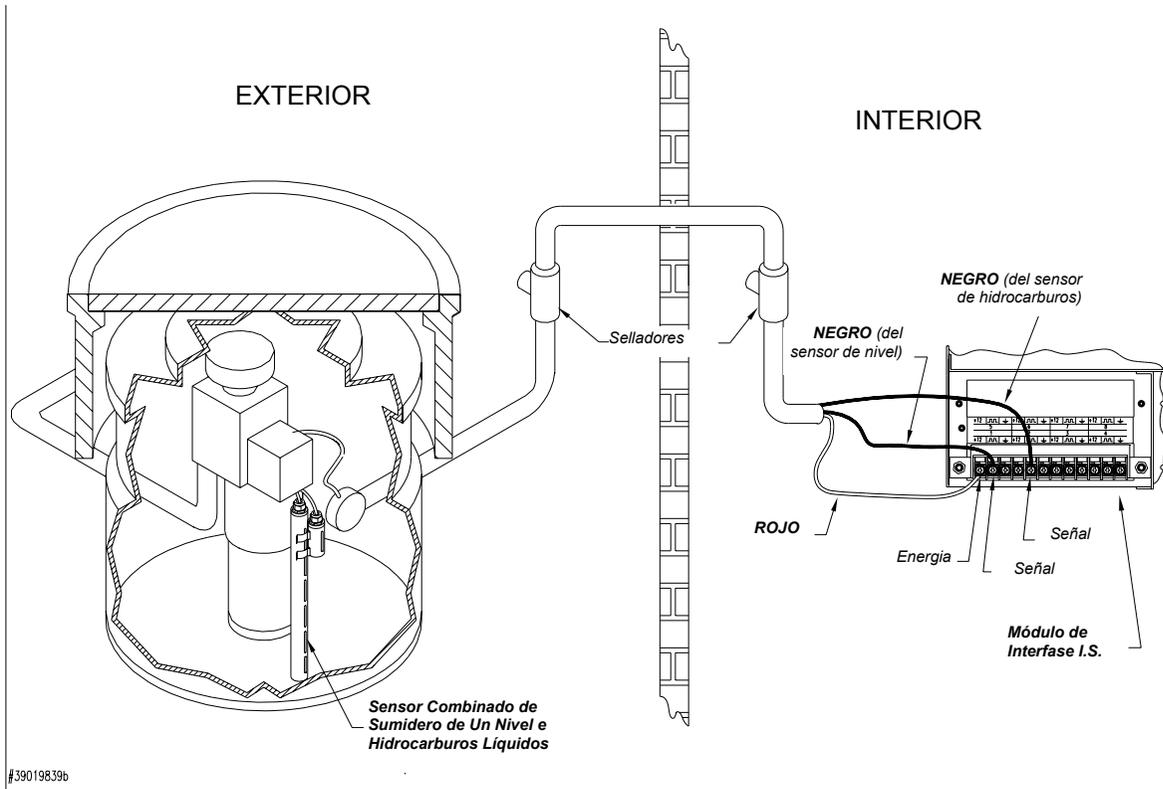

Figura 26: Instalación de un Sensor Combinado de Sumidero de Un Nivel e Hidrocarburos Líquidos
- Vea la Figura 26 en la Página 71.